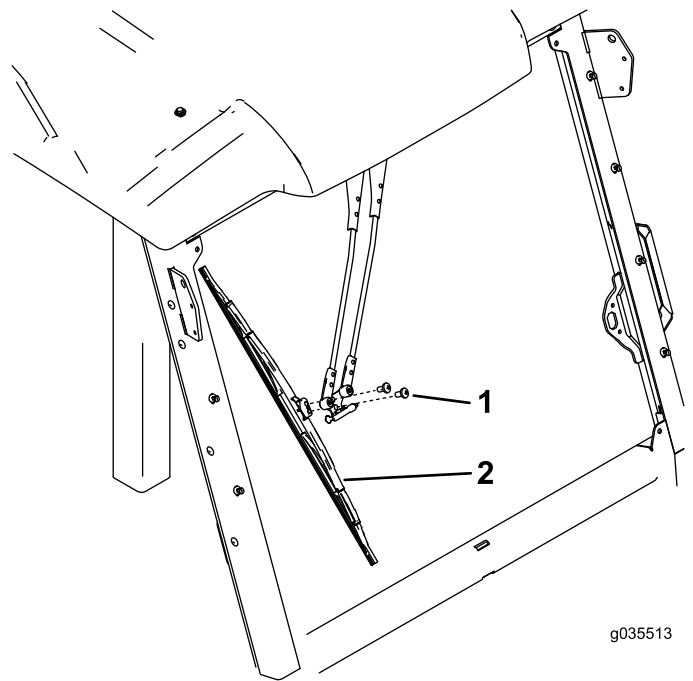

Figura 5
4. Instale a escova do limpador para-brisas como se mostra na Figura 5.